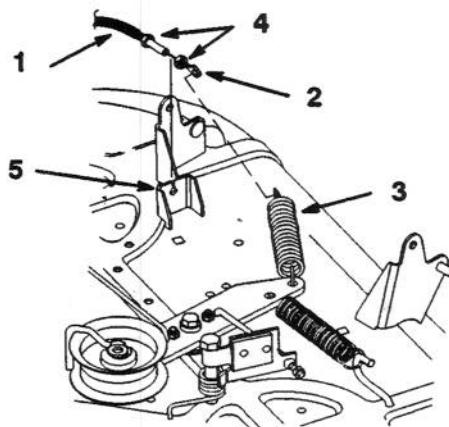

Fig. 40
- Sganciare l'estremità con anello del cavo di comando della lama (presa di forza) dalla molla di rinvio (Fig. 40).
- Togliere il controdado dal cavo di comando della lama (presa di forza) sulla staffa di montaggio, ed estrarre il cavo dalla staffa (Fig. 40).